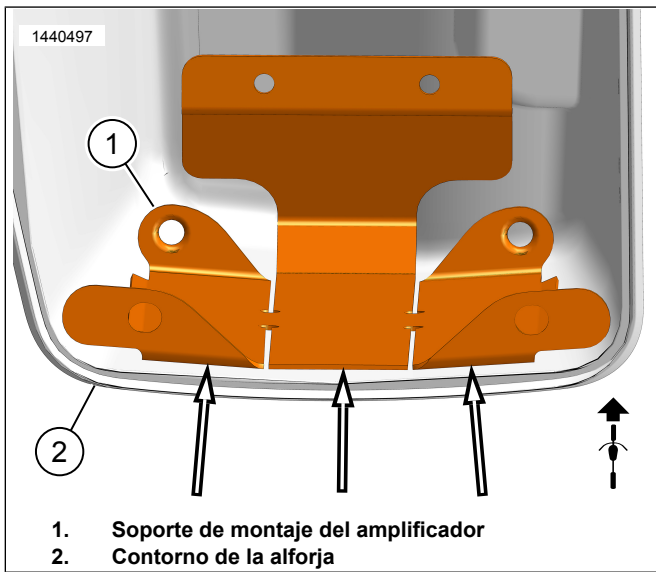

Figura 13. Contorno de la alforja
b. Figura 13 Utilice las ranuras en el soporte de montaje (1) para doblar y ajustarse al contorno de la alforja (2) sin balancearse. Esto asegurará un mejor contacto y adherencia con la cinta. No quite la cinta en este momento.